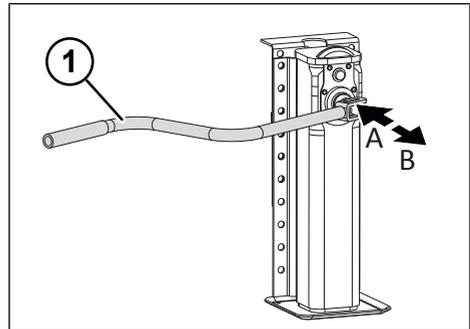

Fig. 5-5: Vitesse de charge et vitesse rapide des appuis arrière
- ▶ Enclencher la vitesse rapide en tirant la manivelle (voir "Fig. 5-5: Vitesse de charge et vitesse rapide des appuis arrière", p. 30).
- ▶ Enclencher la vitesse de charge en poussant la manivelle (voir "Fig. 5-5: Vitesse de charge et vitesse rapide des appuis arrière", p. 30).
- ▶ Régler la vitesse de charge en poussant la manivelle (voir "Fig. 5-5: Vitesse de charge et vitesse rapide des appuis arrière", p. 30).
- ▶ Régler la vitesse rapide en tirant la manivelle (voir "Fig. 5-5: Vitesse de charge et vitesse rapide des appuis arrière", p. 30).